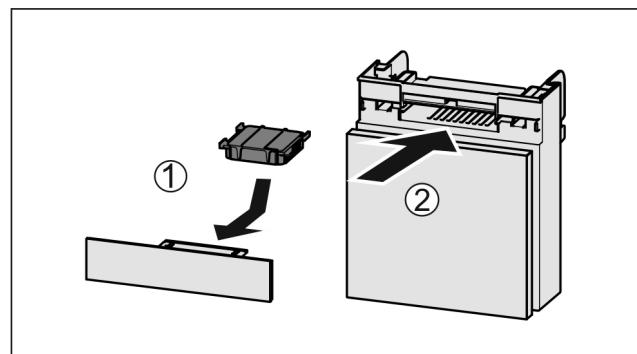

Fig. 43
- Поставете Fig. 43 (1) филтъра с активен въглен, както е показано на фигурата.
- Вкарайте Fig. 43 (2) отделението.